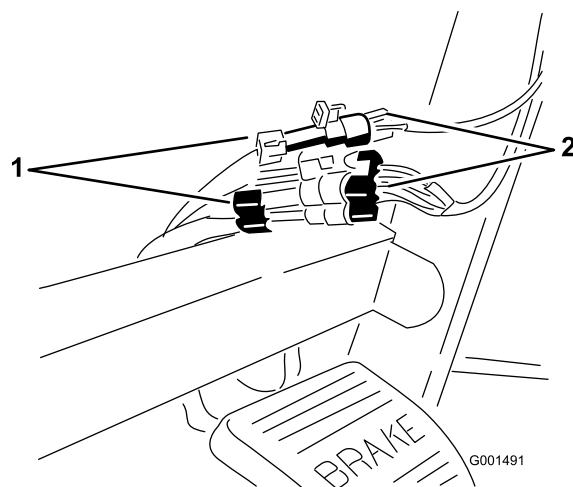

Figura 7
7. Collegate i connettori di Spray Pro ai connettori situati sotto la plancia (Figura 7).